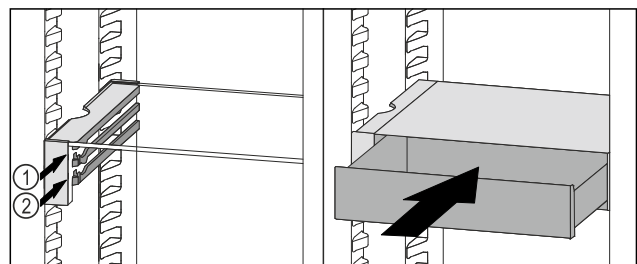

Fig. 130
- ▶ Placer le tiroir VarioSafe derrière les butées sur la nervure désirée Fig. 130 (1) ou Fig. 130 (2).